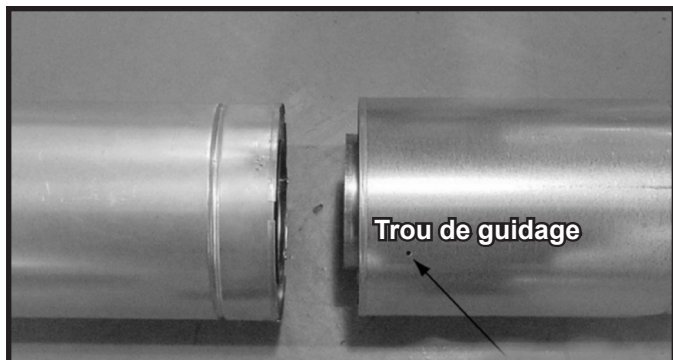

Figure 7.5 Trous de guidage de la section coulissante
- Glissez le col intérieur de la section coulissante dans la section intérieure de tuyau et la conduite extérieure de la section coulissante par dessus la section extérieure du tuyau. Voir la figure 7.5.